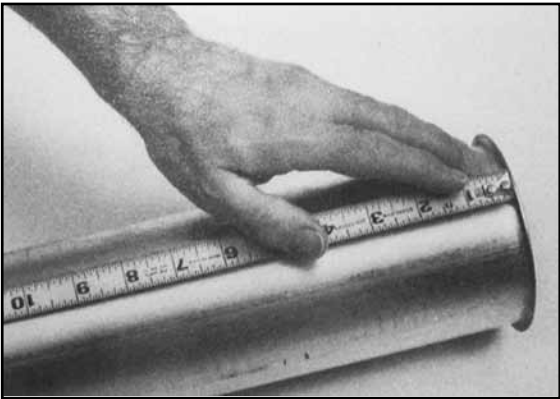

Figura 4: Medida a partir da Flange
- 4a. Meça a partir da flange e marque a dimensão "C" no tubo de descarga (veja Figura 4).